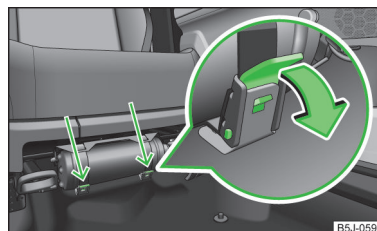

Abb. 139
- › Die beiden Gurte lösen, indem an den jeweiligen Sicherungen in Pfeilrichtung gezogen wird » Abb. 139.